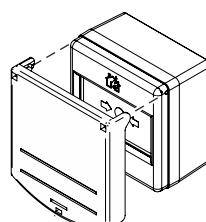

Fig. 9
- Engage the protective cover in the two recesses in the housing cover (see Fig. 9).
- Klicken Sie den Schutzdeckel in die beiden Vertiefungen im Gehäusedeckel ein (Fig. 9).